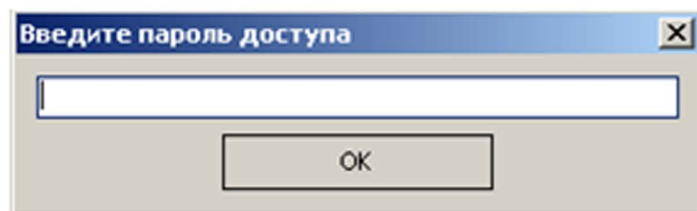

Рисунок 9
5. Нажать кнопку «Применить». Перед Вами появится окно (рисунок 9):